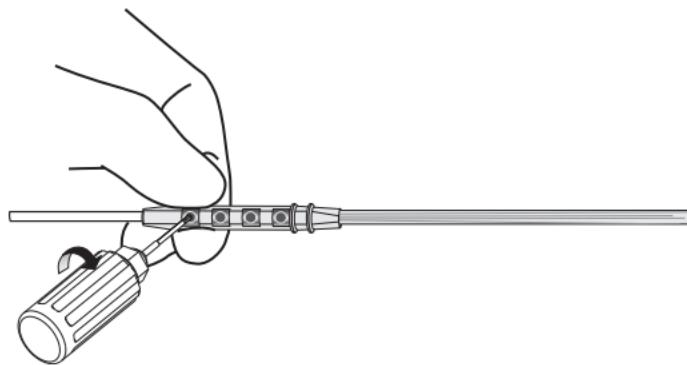

Figure 12. Serrez les vis de fixation tout en maintenant fermement l'extension sur les côtés de chaque bloc connecteur à vis de fixation.
4. Utilisez la clé dynamométrique pour serrer chaque vis de fixation (en tournant dans le sens des aiguilles d'une montre) pour fermer le circuit électrique. Maintenez fermement l'extension sur les côtés de chaque bloc connecteur à vis de fixation tout en serrant la vis de fixation. Serrez jusqu'à ce que la clé dynamométrique s'enclenche avec au moins un clic (Figure 12).